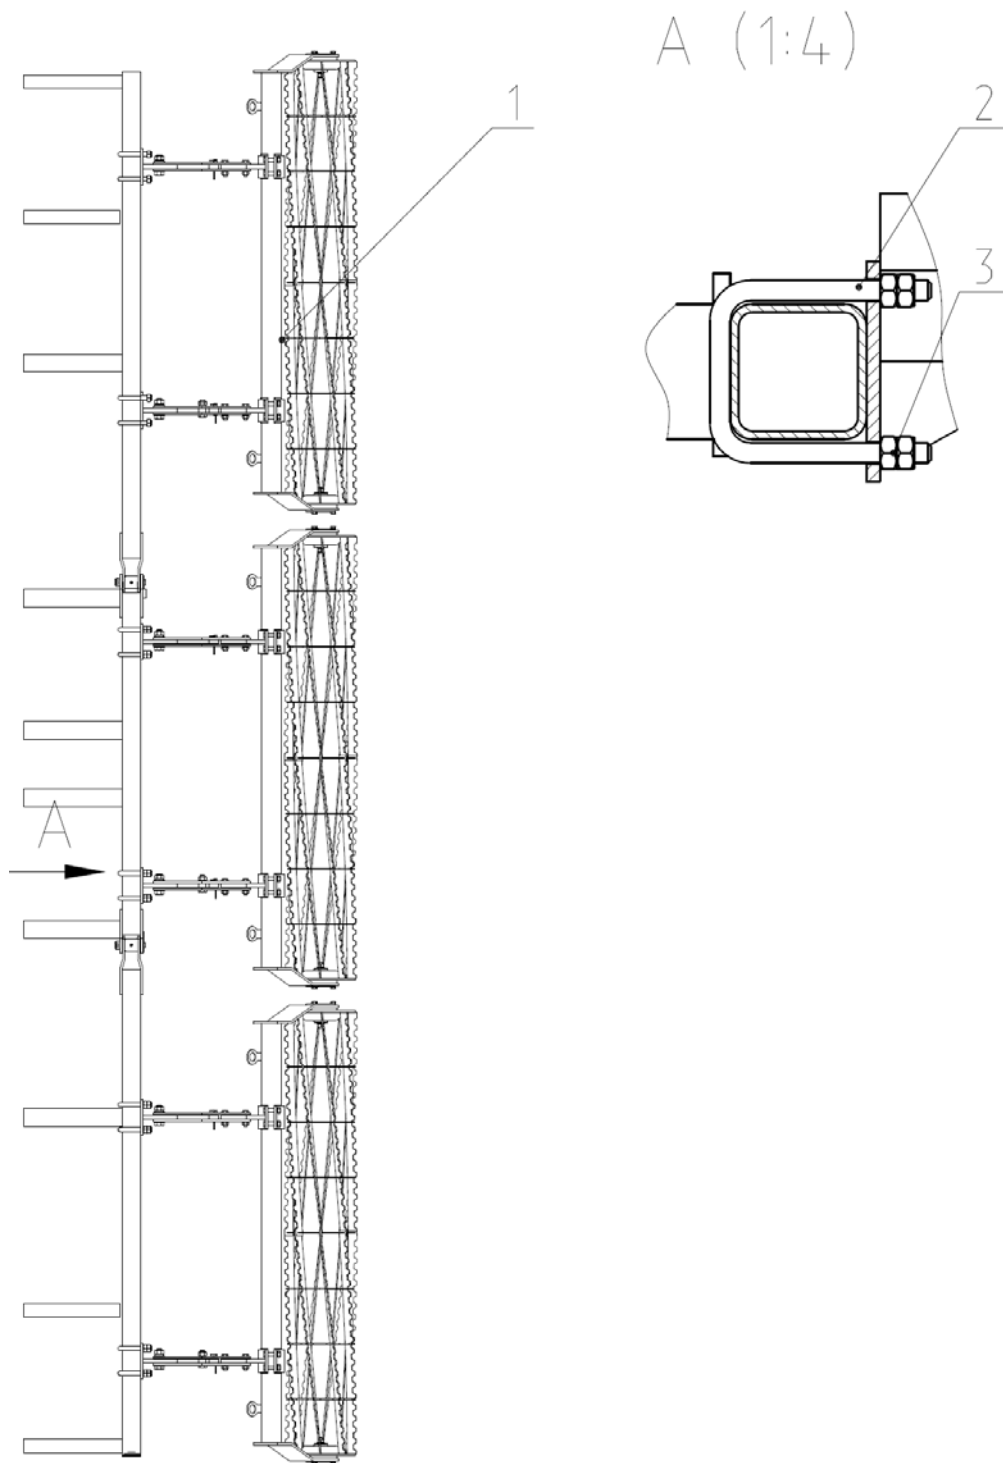

Рис.21 Комплект секций катков одnorядных КСП 01.160.
2.18 Установка секций катков одnorядных КСП 04.160 (Рис.21). Секции крепятся к центральной секции КСП 01.000А и к крыльям КСП 01.090Б закрепляются скобами 2, и гайкой 3.